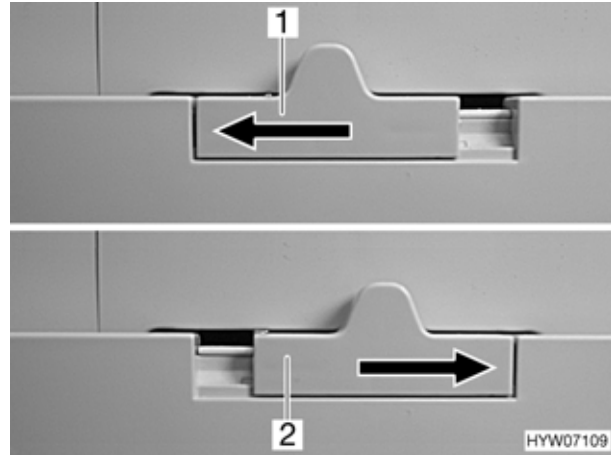

Bild 127 Verriegelung der Kühlschranktür (Variante 2)
- Verriegelung (Bild 127,1) nach links schieben.
- Verriegelung ganz nach rechts (Bild 127,2) schieben.